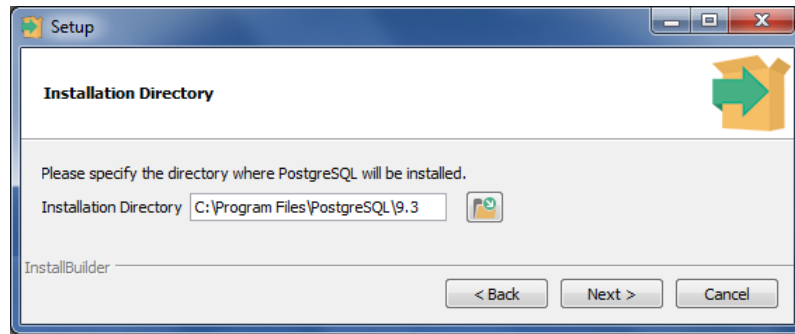

Рис. 5.5. Выбор папки для установки СУБД PostgreSQL
4. Выберите папку для установки СУБД PostgreSQL и нажмите кнопку Next (Рис. 5.5).